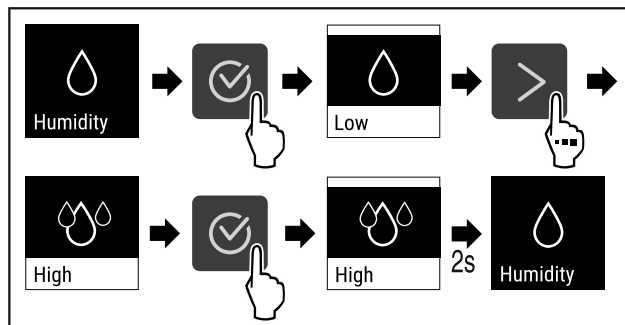

Fig. 75
- ▶ Følg anvisningene (se Fig. 75).